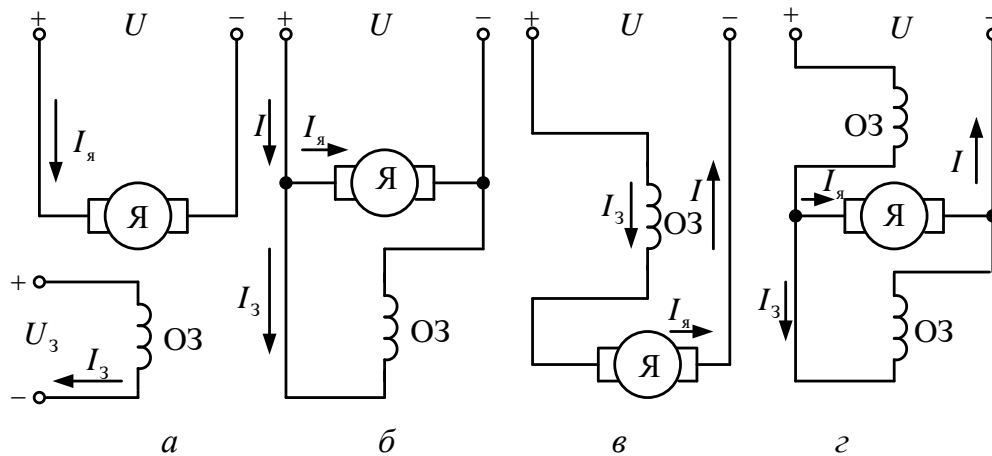

Рисунок 1
6. На рис.1,а показані машини постійного струму: